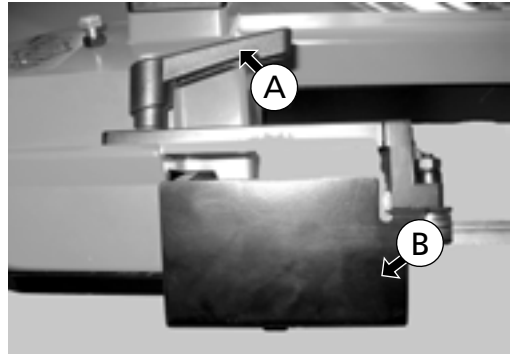

Fig. 48
3. Afloje la manilla (A) y baje la guía de la hoja de corte (B) y la cubierta frontal hasta el máximo (Fig. 48).